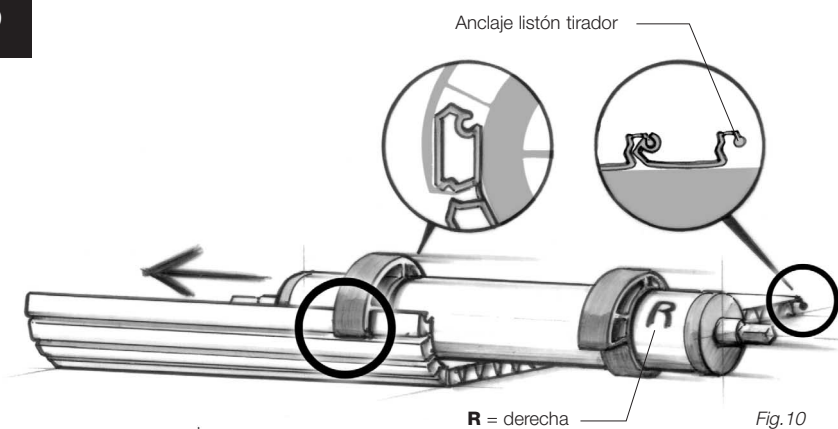

Fig. 10
- Deslizar el rodillo de torsión con los anillos sobre el último perfil de persiana (lado opuesto al anclaje del listón tirador). (fig. 10)